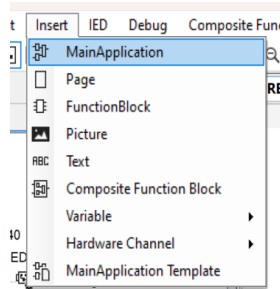

Imagen 289_Creación de una nueva aplicación para el registro de perturbaciones.
4.2.1 Para registrar las perturbaciones que puedan existir vamos a crear una nueva aplicación desde “*Insert - Main Application*” como se muestra en la **Imagen 289**.